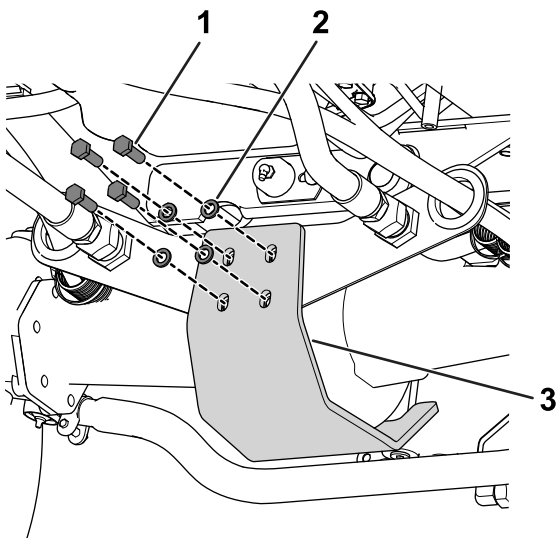

Figur 1
1. Fjern de eksisterende bolte og spændeskiver (4 bolte og 4 spændeskiver) fra monteringspladen som vist i Figur 1.